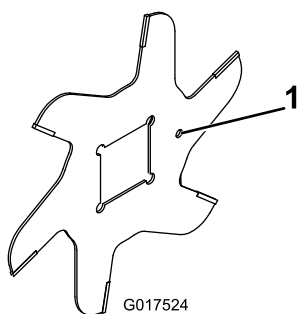

Figure 14
1. Montez une lame (Figure 14).
4. Montez la lame suivante dans le sens horaire de sorte que le trou de référence (Figure 14) soit décalé d'un méplat de l'arbre par rapport au trou de la première lame.